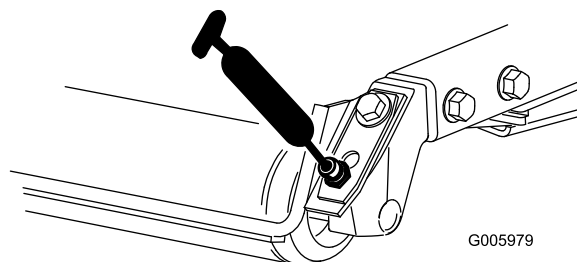

図 51
- 後ローラのベアリング 各カッティングユニットに2ヶ所 図 51